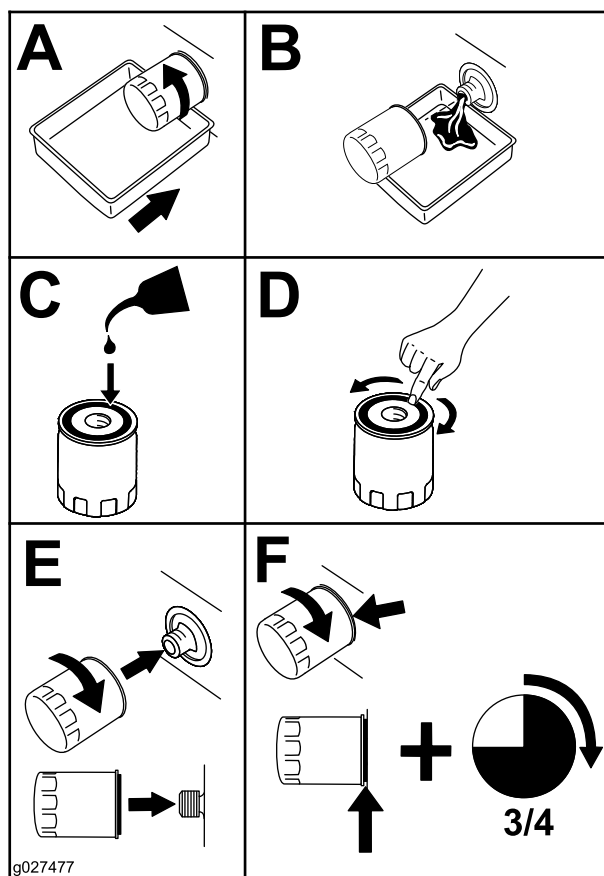

Figure 36
5. Remplacez le filtre à huile moteur (Figure 36).